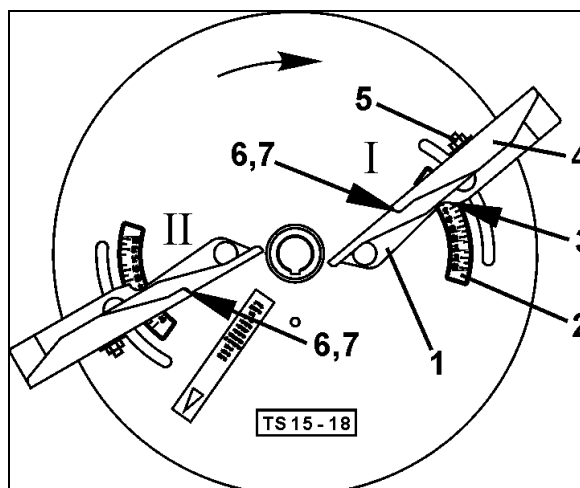

Fig. 66
1. Avläsningskanten (Fig. 66/7) för vinge "I" ställs på bokstavsvärde "**B**" och spänns fast. Vingen "I" vrids till skalvärde "**51**" och spänns fast.
2. Avläsningskanten (Fig. 66/7) för vinge "II" ställs på bokstavsvärde "**E**" och spänns fast. Vingen "II" vrids till skalvärde "**42**" och spänns fast.